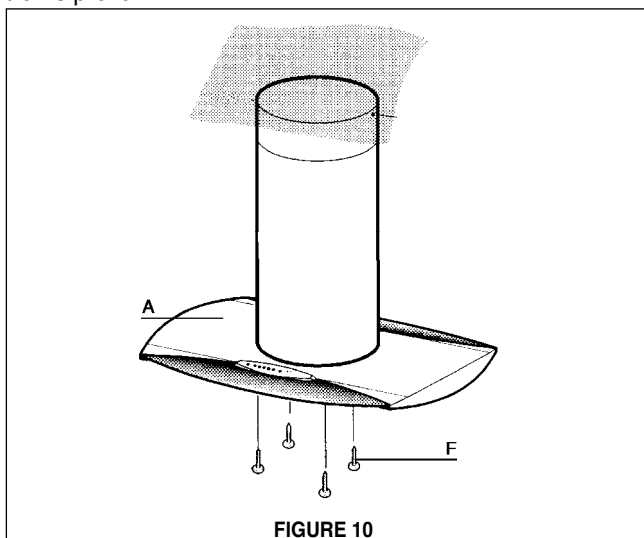

FIGURE 10
4. Ensuite, fixer par le bas, au moyen de quatre vis fournies (**F de la FIGURE 10**) la **HOTTE (A de la FIGURE 10)** au treillis prévu.